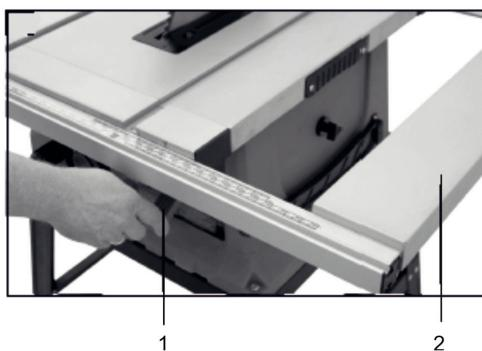

Рис. 18
Ослабьте рычаг фиксации (1) удлинителя рабочего стола (2) (рис. 18). Выдвиньте удлинитель под нужный размер заготовки. Зафиксируйте рычаг удлинителя.